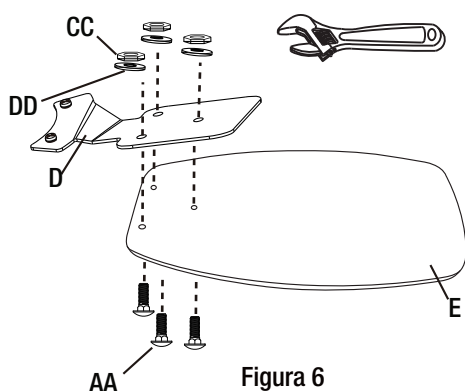

Figura 6
- Monte los soportes de las aspas (D) a las aspas del ventilador (E) con los tornillos de cuello cuadrado (AA), las tuercas hexagonales (CC) y las arandelas planas (DD) incluidas (3 por cada asa) (Figura 6).